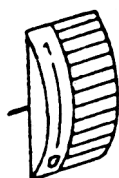

Рис. 20d
- Установить длину стежка 0,5 (рис. 20d).